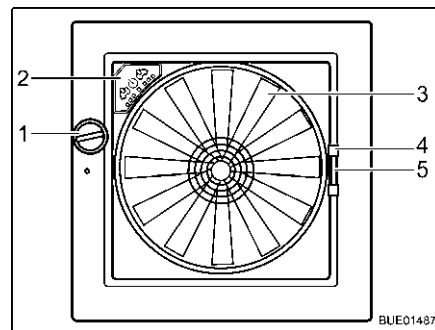

Fig. 62 Lanterneau Omni-Vent
- Tourner le bouton rotatif (Fig. 62,1) jusqu'à ce que l'angle d'ouverture désiré soit atteint.
- Tourner le bouton rotatif (Fig. 62,1) jusqu'à ce que le lanterneau soit entièrement fermé.
- Tirer la moustiquaire par la poignée (Fig. 62,4) vers le côté de cadre opposé.
- Presser la poignée (Fig. 62,5) du dispositif occultant.
Ventilateur Quand le lanterneau est ouvert, l'espace intérieur peut être ventilé et aéré avec un ventilateur à 6 niveaux de puissance (Fig. 62,3). La commande du ventilateur s'effectue sur son panneau de commande (Fig. 62,2).